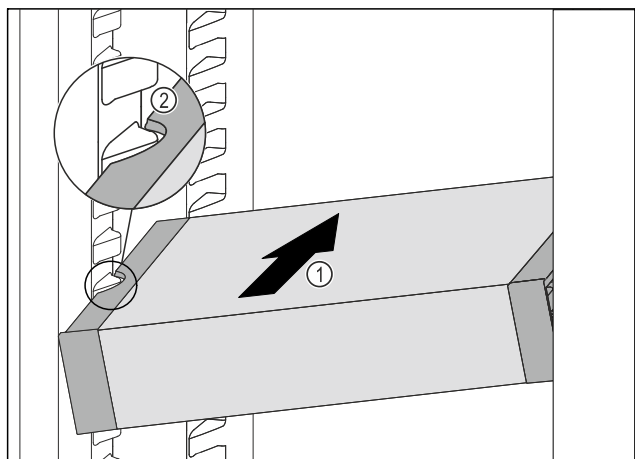

Fig. 148
- ▶ 将 VarioSafe 斜插入冷藏区中 Fig. 148 (1)，直至 VarioSafe 的侧部凹槽 Fig. 148 (2) 与冷藏区中的容器肋梁持平。